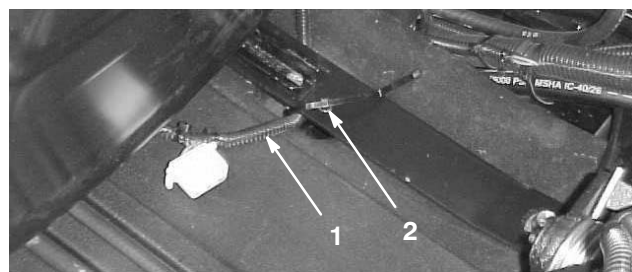

Figure 6
7. Pour le siège standard seulement, faites coulisser le siège complètement en avant, tirez le fil vers la droite pour que le connecteur libre se trouve dans la position indiquée à la Figure 6, et fixez le fil du contacteur du siège au trou le plus éloigné de la bride du siège avec un serre-câble (le serre-câble fait partie du kit siège).